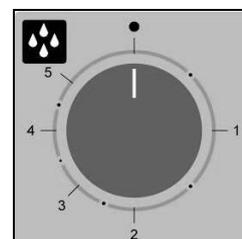

Fig. 5
**Programmazione quantità di vapore** - Per generare vapore durante il funzionamento del forno (camera di cottura calda), ruotare la manopola dell'umidificatore automatico (Fig. 5) in corrispondenza del valore desiderato (da 1 a 5). Ruotando la manopola sulla posizione (spento) l'umidificatore smette di funzionare.